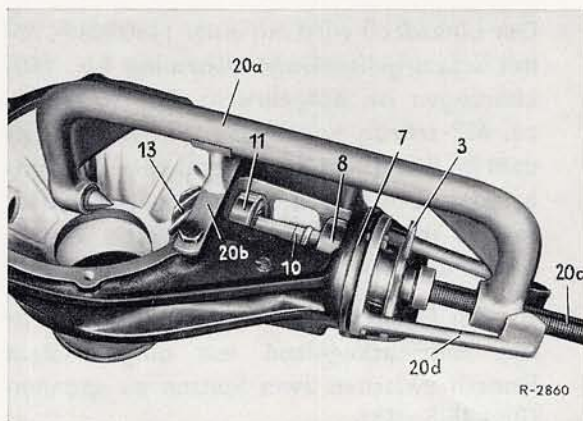

Bild 35-5a/8
11. Gelenkflansch (1) abnehmen und Deckel (4) abschrauben. Innenring mit Rollenkäfig des vorderen Kegelrollenlagers (5) aus dem Hinterachsgehäuse herausnehmen (Bild 35-5a/6).